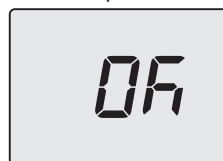

Figura 5.42
- Premendo il tasto 14 (Figura 5.36) si ottiene la conferma del valore inserito. Il display visualizzerà per 5 sec. quanto segue (Figura 5.42) poi, si porterà al livello superiore.